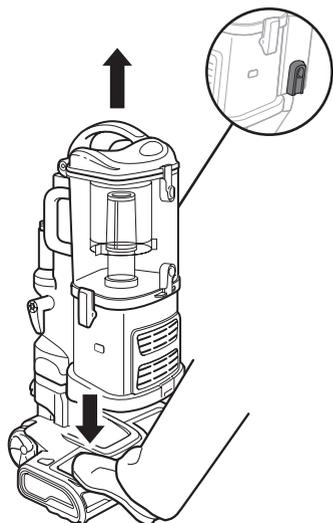

Fig. 13
- 1 Séparez le corps de l'aspirateur portable *Lift-Away*MC de la buse à plancher en enfonçant le bouton de dégagement rouge (a) sur le côté de l'appareil. Maintenez la buse sur le plancher avec votre pied et tirez le corps de l'aspirateur vers le haut. (Fig. 13)